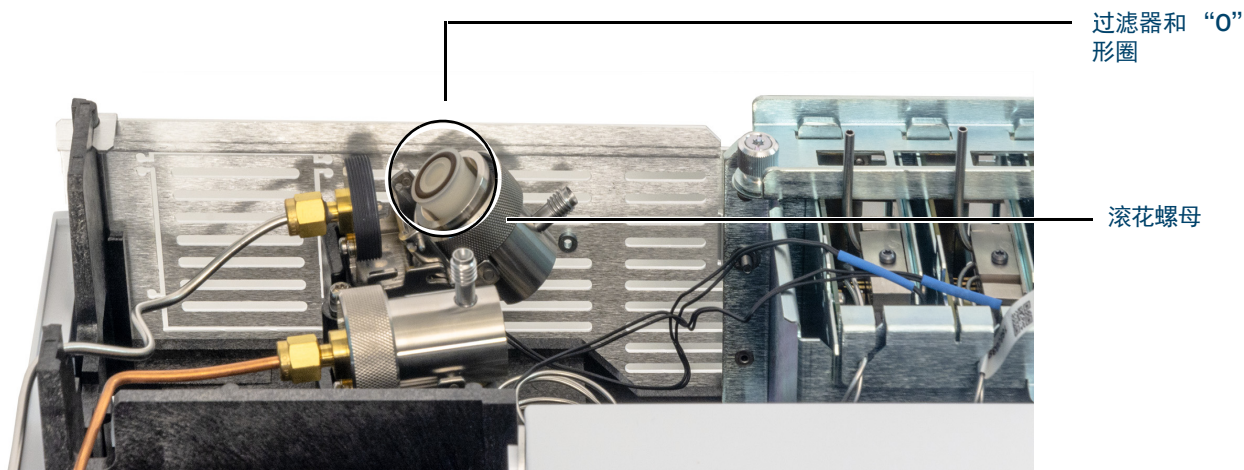

图 35. 滑动捕集阱组件，露出过滤器
- 5 将捕集阱组件从导向连接支架滑回并向上倾斜，露出过滤器，如图 35 中所示。